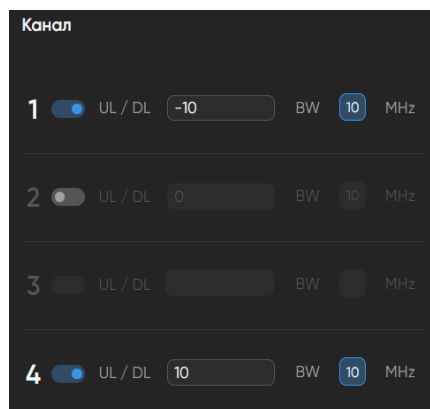

Рисунок 27 — Окно включение/отключение подканалов
– Включение/отключение подканалов в канале ретрансляции производится активацией/деактивацией галочки напротив соответствующих каналов (рис. 27). В канале ретрансляции можно разместить и передать до четырех подканалов.